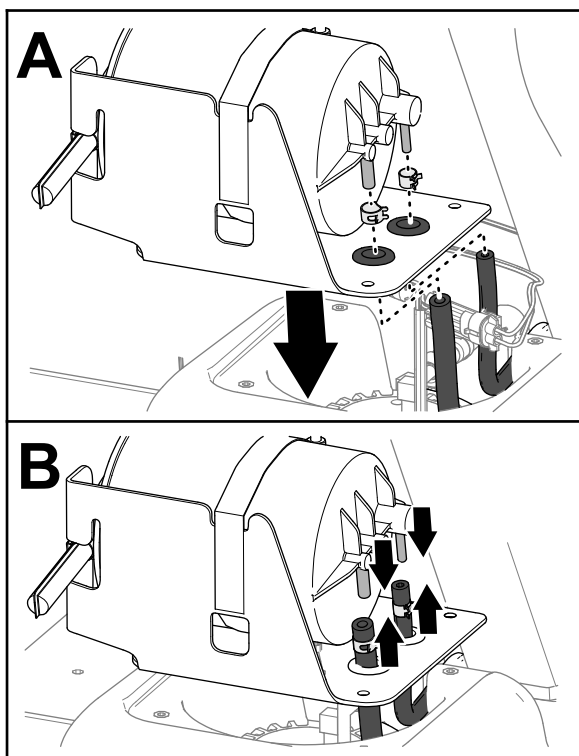

Figure 85
1. Faites passer les flexibles du réservoir de carburant par les bagues sur le support du filtre à charbon actif (Figure 85).
2. Enfilez les colliers sur les flexibles (Figure 85).
3. Branchez les flexibles sur les raccords du filtre à charbon actif (Figure 85).